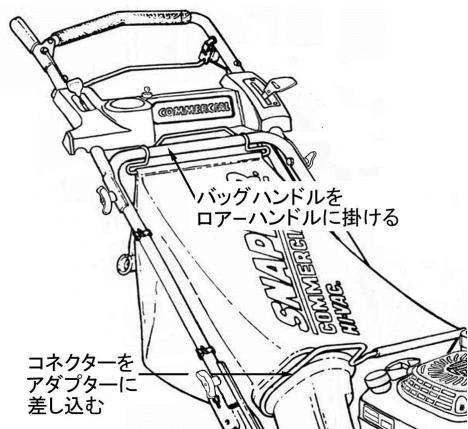

図 4-9
1. 集草バッグを取り付けるには、アダプターにコネクターを上から差込みます。そしてバッグハンドルをロアーハンドル上部に掛けます。 (図4-9)